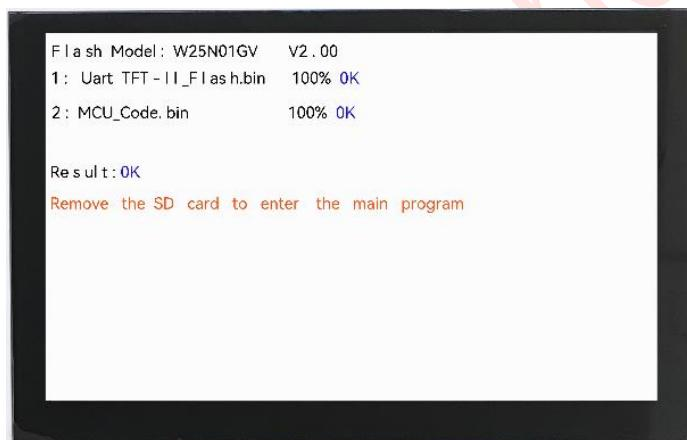

图 2-13: SD 卡更新完毕
5、按照提示移除 SD 卡，程序自动跑入工程如前图 2-13 所示。